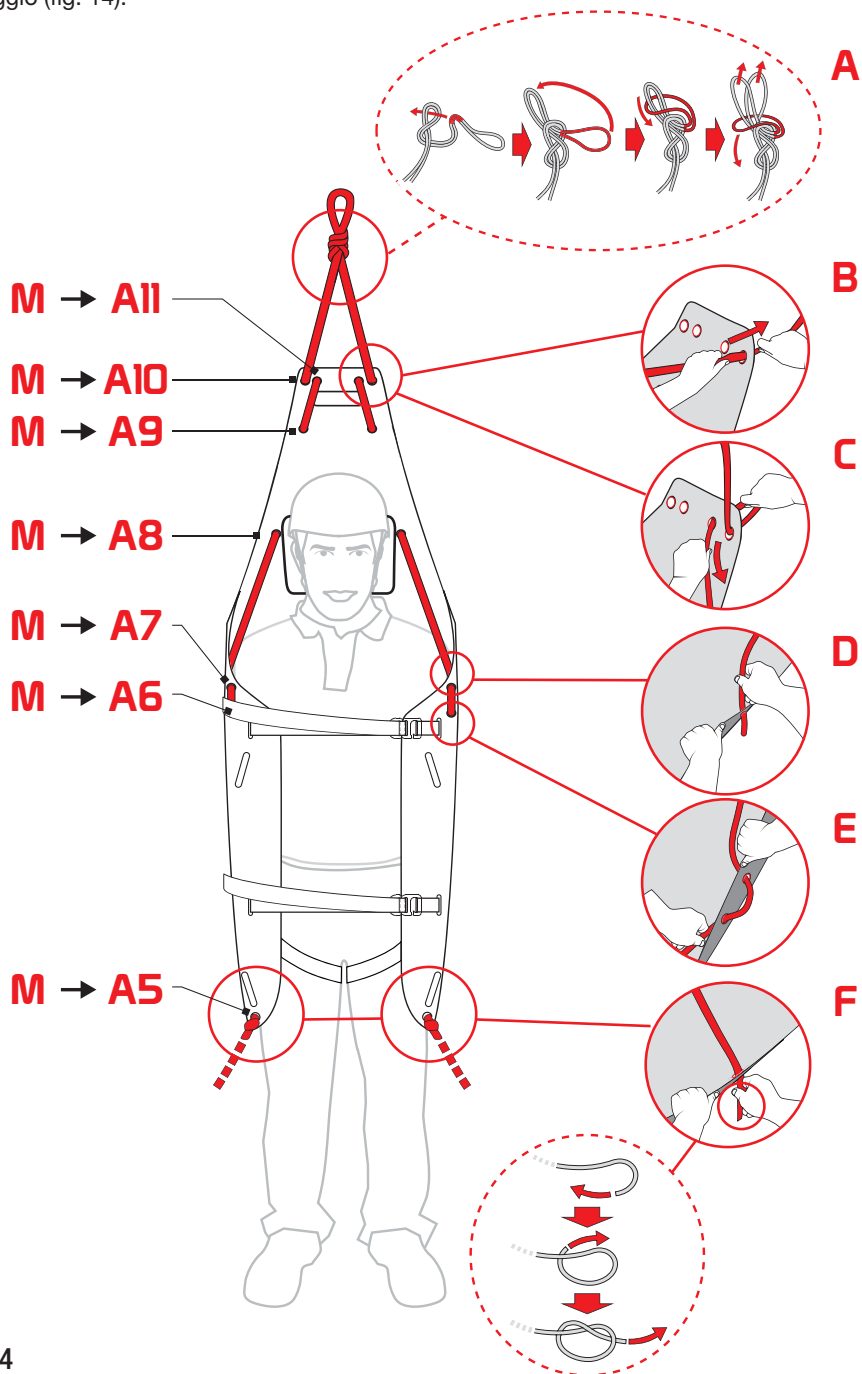

Fig.14
c) sollevamento/calata in verticale: inserire la corda (M) nei fori da A5 ad A11 del piano di appoggio (fig. 14).